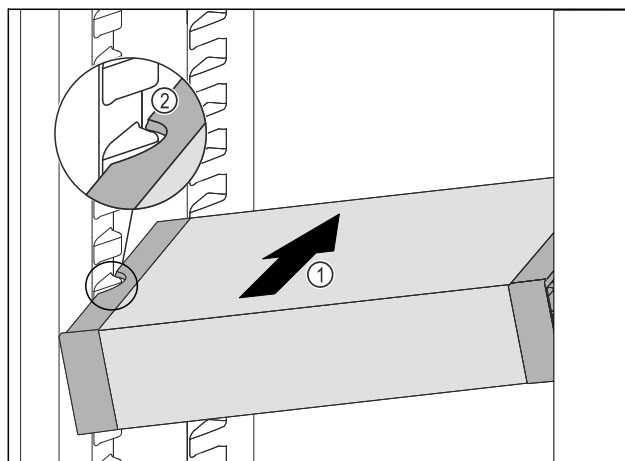

Fig. 76
- Împingeți VarioSafe oblic în frigider Fig. 76 (1), până când degajările laterale Fig. 76 (2) ale VarioSafese află la înălțimea nervurii recipientului din frigider.